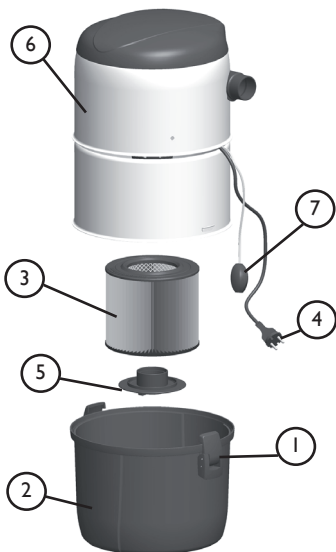
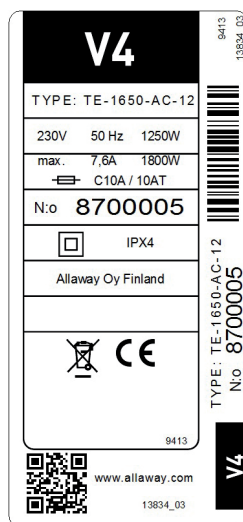

Figura 1
Figura 2
2.2 Mantenimiento del filtro [figura 1]
El interior de la carcasa del motor de la unidad central no contiene componentes que deban ser mantenidos por el usuario (figura 1: 7). Recomendamos que la necesidad de mantenimiento y sustitución de la turbina del motor eléctrico y de otras piezas del interior de la carcasa del motor sea estimada por un servicio técnico autorizado de Allaway tras aproximadamente 600 horas de uso, lo que corresponde a aproximadamente 8 años si el dispositivo se utiliza en promedio una hora y media por semana.
- Compruebe que el conector de bajo voltaje [figura 1;7] esté conectado correctamente a su conector correspondiente en el soporte de pared de la unidad central.
- Compruebe si es posible poner en marcha la unidad central con el conector de bajo voltaje [figura 1;7] de la unidad central, cerrando el circuito de puesta en marcha con un fragmento de hilo metálico.
- Una vez localizada la obstrucción, desconecte la unidad central y compruebe que no haya obstrucciones en las mangueras de acople. A continuación, utilice el casquillo de la manguera de succión para conectar el acople del lado de succión a una toma de pared a lo largo del tramo bloqueado [o a la toma de pared más cercana a la obstrucción, si la obstrucción se encuentra en la tubería central]. Ponga en marcha la unidad central con el conector de bajo voltaje [figura 1;7], utilizando un fragmento de hilo metálico, y a continuación vaya al lugar en el que está montada normalmente la unidad central. Cierre y abra la abertura del tubo de succión con la mano para enviar golpes de vacío hacia el tubo obstruido. Si la obstrucción no se ha desprendido en 10-15 segundos, desconecte la unidad central de la toma de pared para que la turbina reciba aire entretanto y que no se sobrecaliente. Repita el proceso tras aproximadamente un minuto.
La válvula de derivación debe permanecer bloqueada durante la inspección, utilizando para ello un fragmento de cartón, por ejemplo [figura 2]. Ponga en marcha la unidad central con todas las tomas de pared cerradas, colocando para ello un fragmento de hilo metálico en el conector de bajo voltaje [figura 1;7]. Si sigue saliendo aire del tubo de salida tras aproximadamente 10 segundos, quiere decir que hay una fuga en el sistema de tuberías. Es necesario localizar y reparar la fuga. No mantenga en marcha la unidad más de 20 segundos con todas las tomas de pared cerradas. Si la instalación es totalmente hermética, la turbina no recibe aire, por lo que se recalienta y puede sufrir daños.